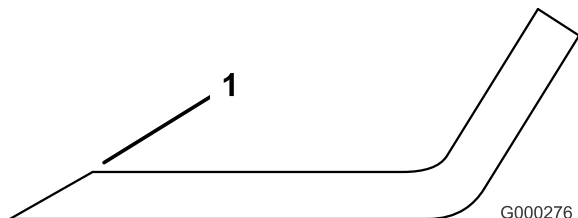

図 34
3. 全部のブレードの切っ先を丁寧に点検する。切っ先が鈍くなっていたり欠けていたりした場合には研磨する。研磨は刃先の上面だけに行い、刃の元々の角度を変えないように十分注意する(図 34)。ブレードの左右を均等に削れば、バランスを狂わすことなく研磨を行うことができる。